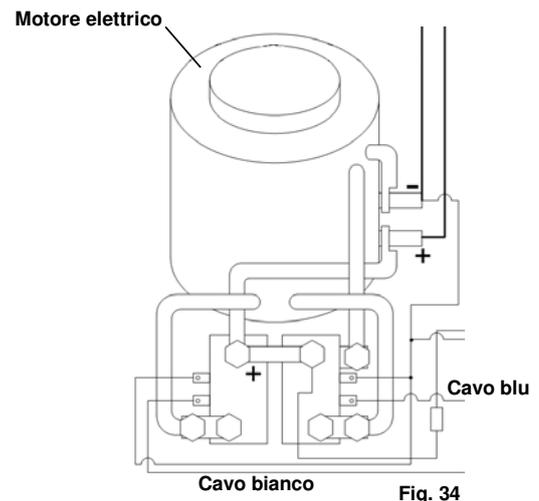

Fig. 34
Se durante la prova si nota che la direzione di propulsione dell'elica non corrisponde a quella dell'interruttore di direzione sul pannello di comando, il **cavo blu** (A) ed il **cavo bianco** (B) sul teleriduttore devono essere invertiti (Fig. 34).